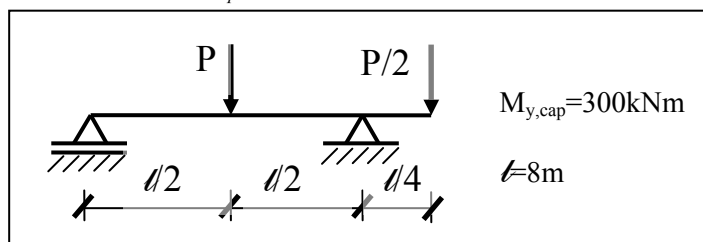

Fig. 1
02) Valoarea incarcarii capabile (sarcina capabila; P_{cap}) pentru grinda din Fig. 1 este: